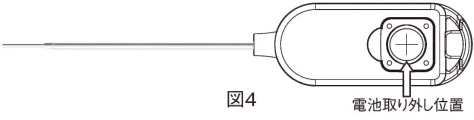

図4
- ②本体裏の電池蓋を外し、電池収納部から古い電池1個を精密ドライバー等の工具を用いて外します。(図4)
- ③新しい電池1個を極性を合わせて電池収納部に設置します。
このときプラス (+) 極性が上になるように電池を設置します。(図4)